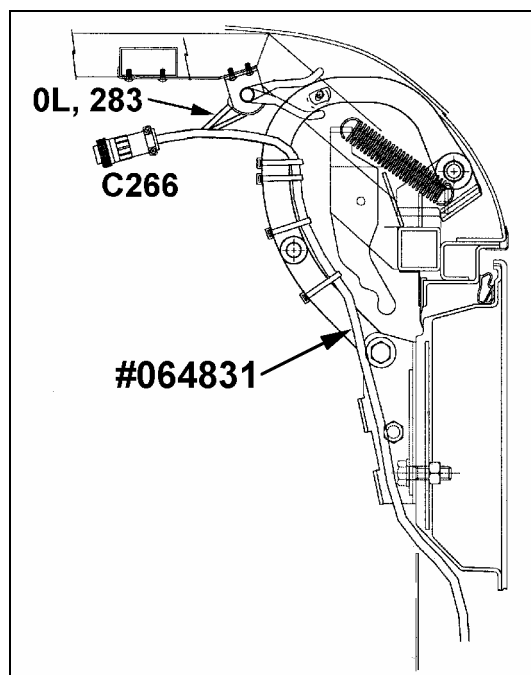

FIGURE 2 : CÂBLAGE #064831 ET CHARNIÈRE DE LA PORTE
3. Brancher le connecteur C266 du nouveau câblage #064831 au connecteur C266 du module électronique et faire parcourir le nouveau câblage le long de la charnière supérieure jusque dans la porte. Fixer le connecteur et le câblage sur la charnière avec des attaches de nylon (figure 2).